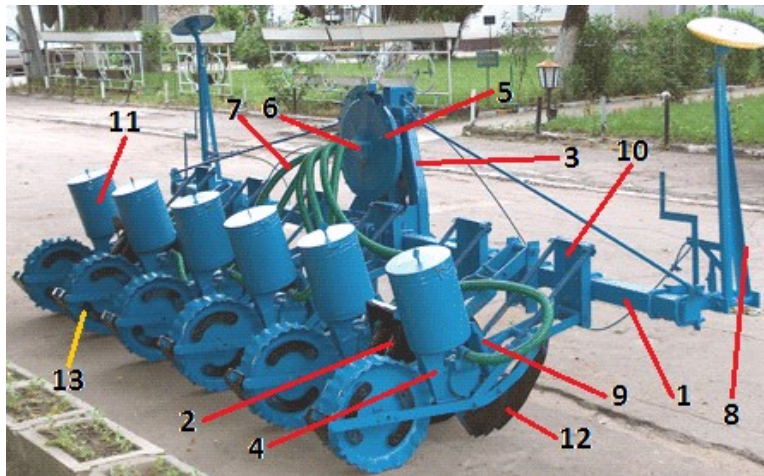

Fig. 1 – Schema constructivă a semănătorii SPC-6
Părțile componente (fig. 1). Semănătoarea SPC-6(8) este formată dintr-un cadru executat din țevă pătrată 1, ce se sprijină pe două roți cu pneuri 2, un triunghi de prindere 3 prin intermediul căruia semănătoarea se montează la ridicătorul hidraulic al tractorului, secțiunile de semănat 4, un sistem pneumatic construit din ventilatorul-exhaustor 5, corpul de absorbție 6 și fur-tunurile 7 care fac legătura între ventilatorul-exhaustor și aparatele de distribuție, două marcatoare de urmă 8, o transmisie cu curele trapezoidale pentru acționarea exhaustorului și a pompei de la instalația de erbicide, o transmisie cardanică ce face legătura între priza de putere a tractorului și transmisia cu curele trapezoidale, un mecanism hidraulic pentru ridicarea și coborârea marcatorelor. Fiecare secție de semănat este formată din cadrul secției 9, placa 10 prin care secția se montează la cadrul semănătorii, cutia de semințe 11 prevăzută la partea inferioară cu aparatul de distribuție, brăzdarul 12, roata de tasare 13 și mecanismul de transmisie.